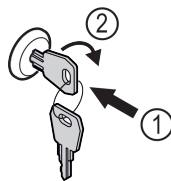

Fig. 158
- ▶ Trykk inn nøkkelen. Fig. 158 (1)
- ▶ Vri nøkkelen 90° med klokka. Fig. 158 (2)